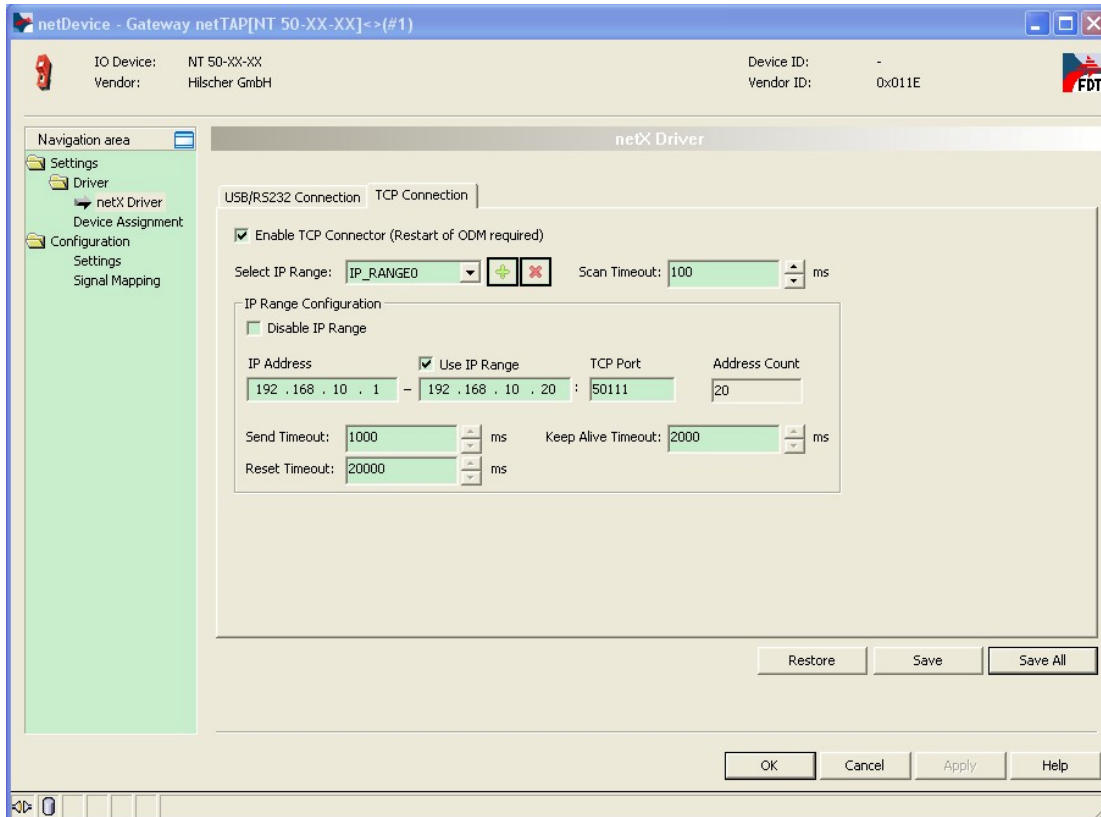

图 20
- 4) 单击蓝色加号，添加进行扫描的 IP 地址。如果仅连接了一个网关，可以设置一个确定的 IP 地址；更多情况下，连接了多个网关，此时可以设置一个 IP 网段，如图 20 所示，完成后单击“Save”保存。